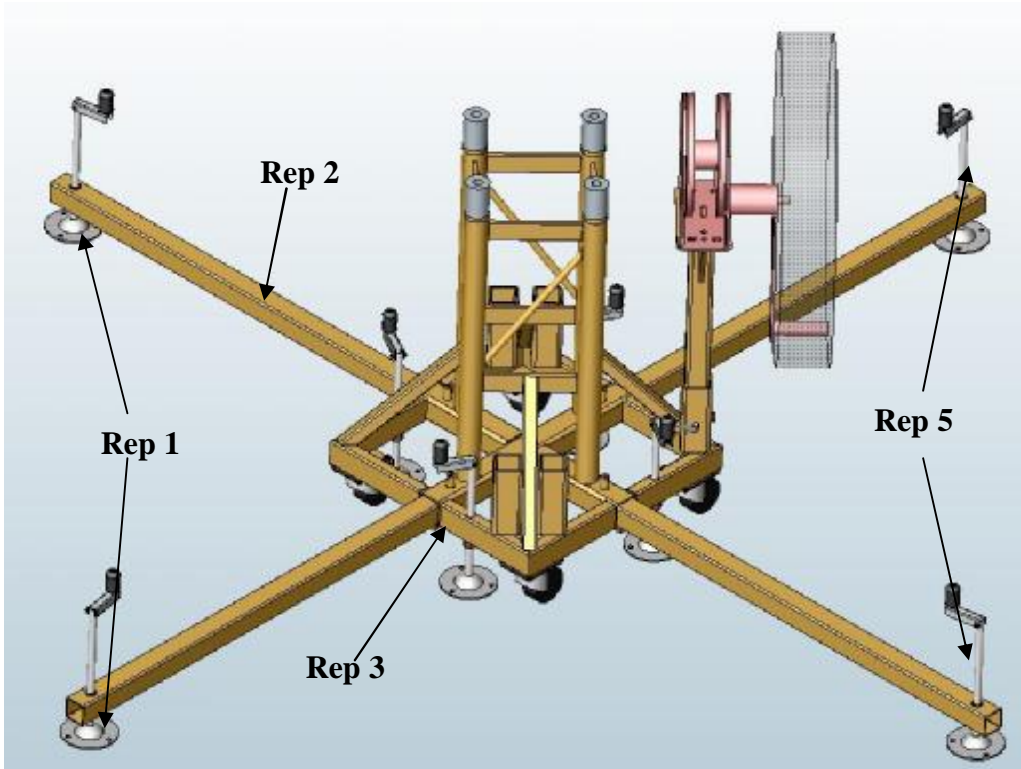

fig.3
a) Stabiliser les 4 pieds à l'aide de vérins de stabilisation (rep 5), pour ainsi obtenir une bonne verticalité du mât, (fig.3).